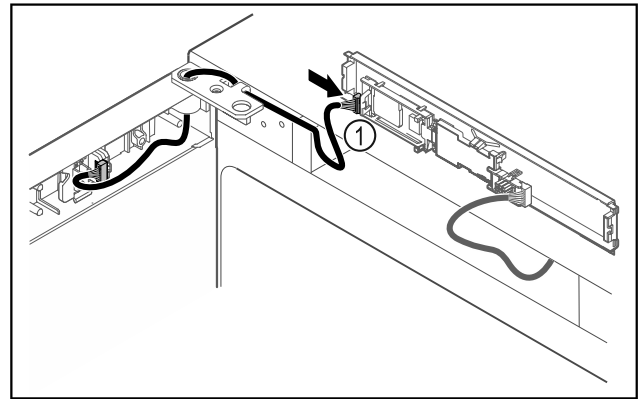

Fig. 45
- ▶ Wtyczkę Fig. 45 (1) należy podłączyć do płytki drukowanej.